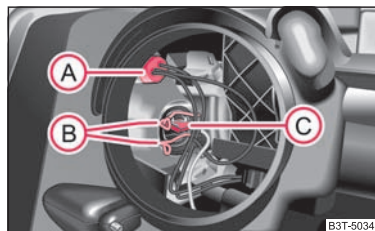

Fig. 211 Demontarea lămpii de poziție și de drum
- Scoateți dulia **A** afară ⇒ pagina 250, fig. 211.
- Apăsăți mânerul de sârmă **B** ⇒ pagina 250, fig. 211 împreună și desprindeți-l în lateral.
- Scoateți dulia **C** afară ⇒ pagina 250, fig. 211.